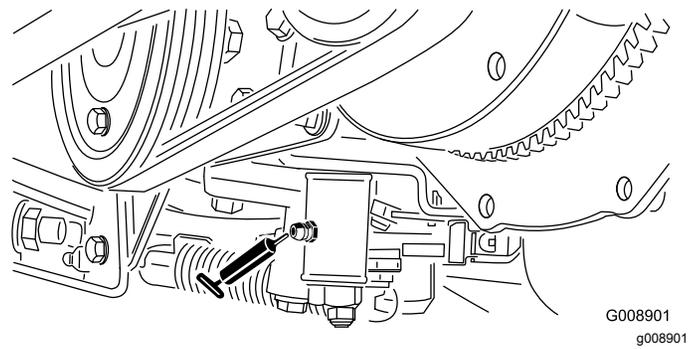

Figura 56
- Mecanismo de ajuste de punto muerto (Figura 56)